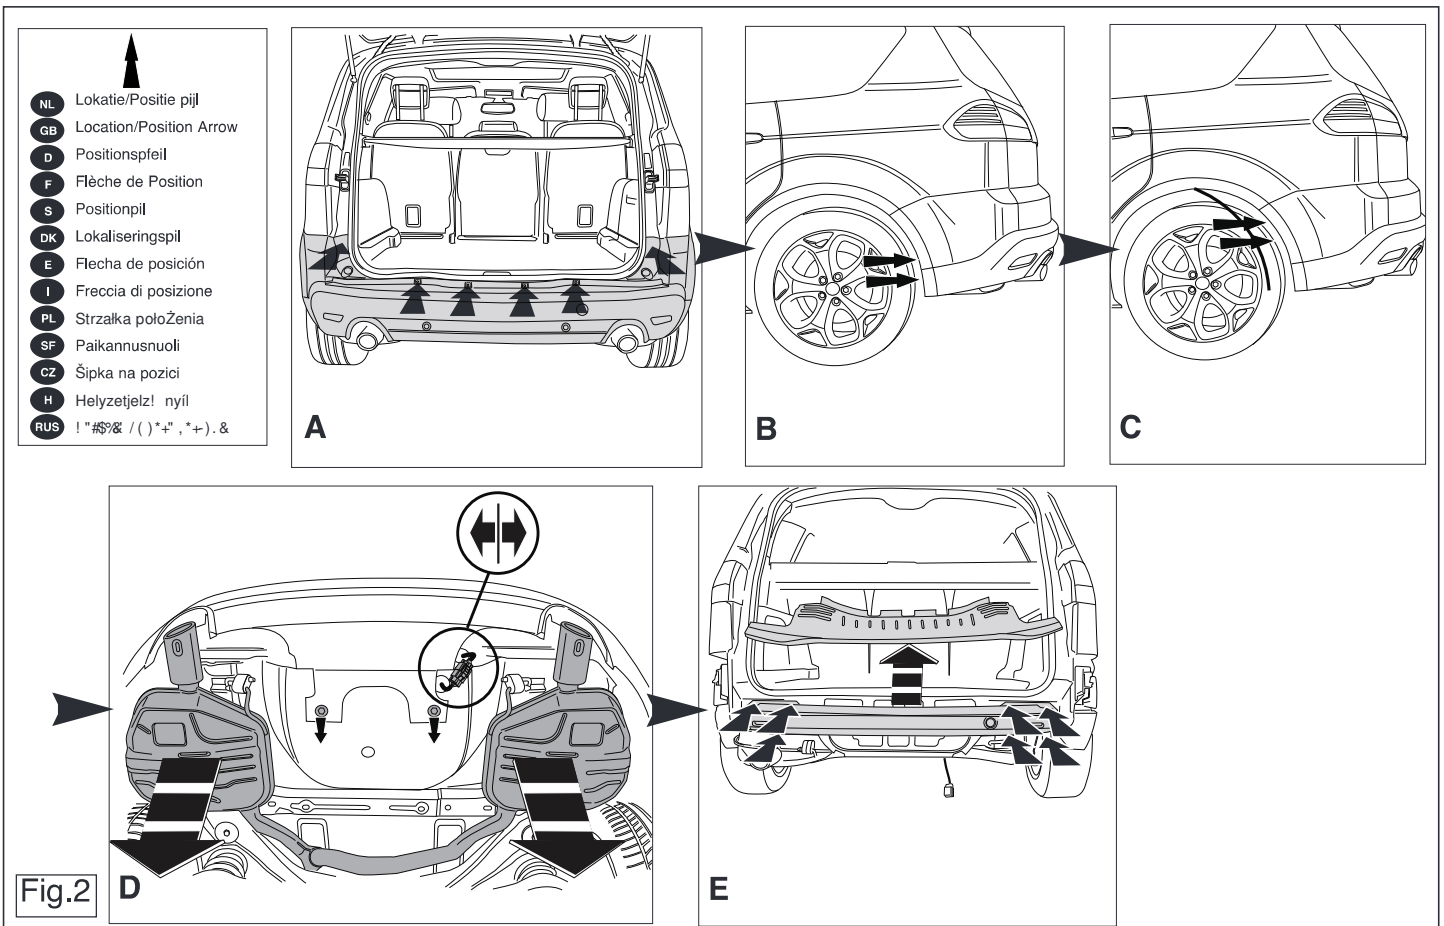

Fig.2
2. Remove the bumper and the steel buffer beam from the vehicle. The buffer beam will no longer be needed. Replace the bolts. See figure 2.
2. Die Stoßstange einschließlich des stählernen Stoßbalkens vom Fahrzeug abmontieren. Der Stoßbalken wird nicht mehr benötigt. Die Schrauben wieder anbringen. Siehe Abbildung 2.
2. Déposer le pare-chocs du véhicule y compris la traverse en acier ; la traverse ne sera plus utilisée. Remettre les boulons de fixations en place. Voir la figure 2.
- ver overflodig. Set bolte pa plads igen. Se fig. 2.